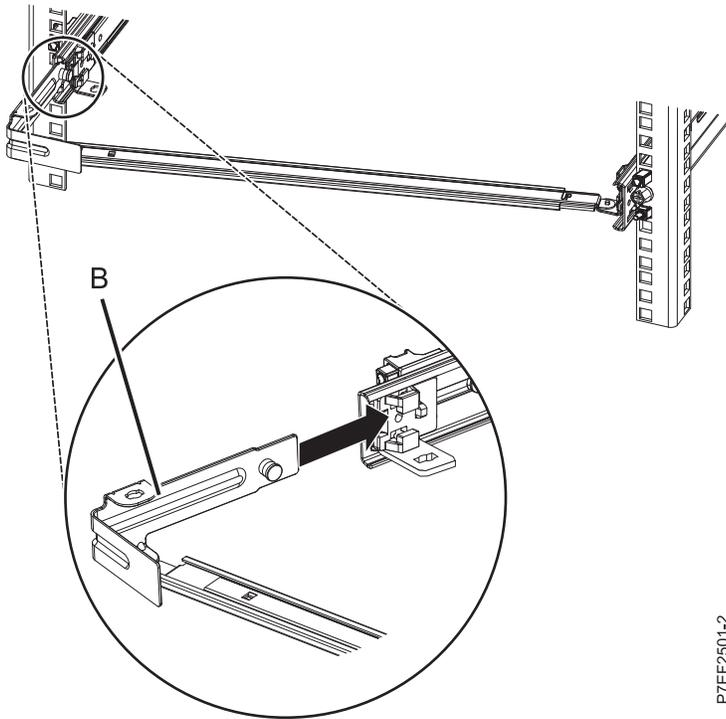

Figura 12. Tendido de la patilla e instalación de la abrazadera en el riel deslizable
4. Conecte la pieza de sujeción de tope de portacables (B) a la ranura en la parte interior del lado izquierdo deslizante la pieza de sujeción de tope (B) en el riel deslizante hasta que el pestillo accionado por resorte quede fijado. Para obtener detalles, consulte la Figura 12 en la página 10.